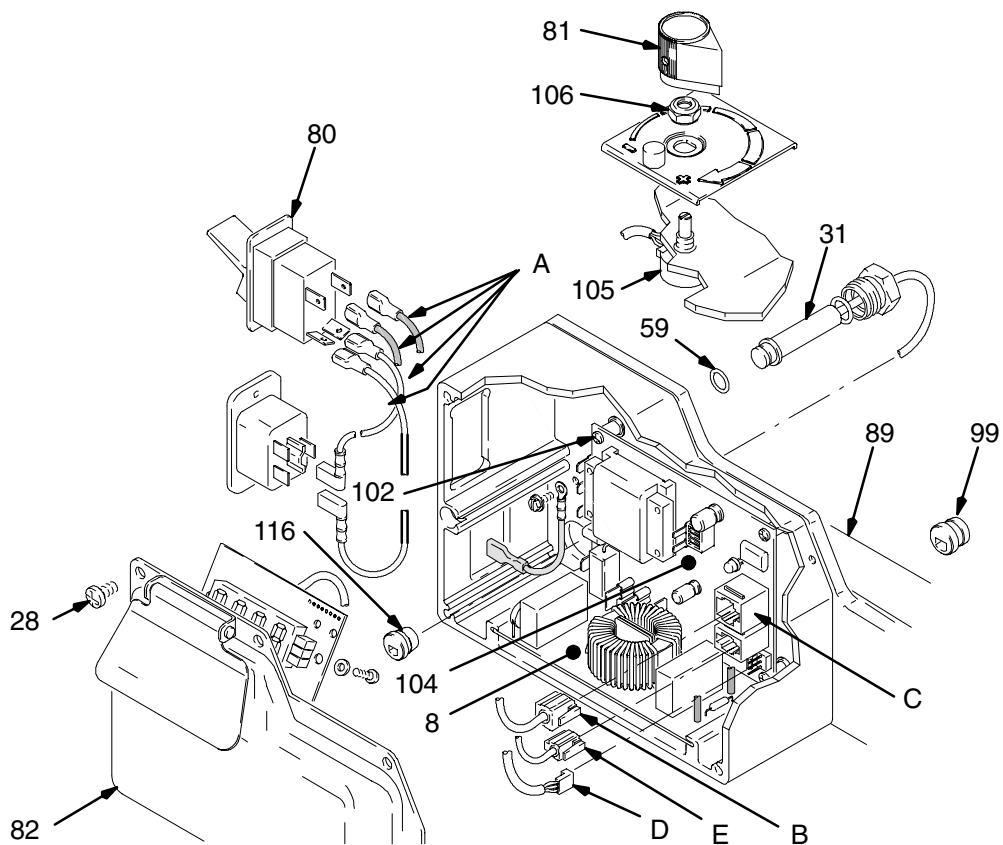

Fig. 7
3. Fig. 7. Ta bort tryckregulatorkåpan (82).
4. Ta bort displaykontakten (B) från pluggen (C).
5. Koppla loss fyra ledningar (A) från ON/OFF-brytaren (80).
6. Tryck in de två fästtapparna på var sida på ON/OFF-brytaren (80) och ta bort den.
7. Montera den nya ON/OFF-brytaren (80) så att tapparna på den snäpper på plats på insidan av tryckregulatorkåpan.
8. Anslut de fyra ledningarna (A) till ON/OFF-brytaren.
9. Sätt i displaykontakten (B) i pluggen (C).
10. Montera tryckregulatorkåpan (82).
- Fig. 7. Skruva bort fem skruvar (28) och kåpan (82).
- Fig. 7. Fäst motorstyrkortet (104) med fyra skruvar (102).
- Anslut till motorstyrkortet (104):
- Ledningen (E) till givaren.
- Ledningen (D) till potentiometern.
- Filterkort (8).
- Skruva bort fem skruvar (28) och kåpan (82). Se Fig. 7.
2. Fig. 7. Skruva bort fem skruvar (28) och kåpan (82).
3. Lossa ledningen (E) från motorstyrkortet (104).
4. Ta bort avlastningsbussningen (116).
5. Ta bort tryckgivaren (31) och o-ringstättningen (59) från regulatorhusplattan (89).
1. Fig. 7. Montera o-ringstättningen (59) och tryckgivaren (31) på tryckgivarhusplattan (89). Dra åt till moment 40,7–47,5 N.m.
2. Montera avlastningsbussningen (116).
3. Anslut ledningen (E) till motorstyrkortet (104).
4. Fäst kåpan (82) med fem skruvar (28).
3. Lossa ledningen (D) från motorstyrkortet (104).
4. Ta bort potentiometerratten (81), axeltätningmuttern (106) och tryckinställningspotentiometern (105).
1. Fig. 7. Montera tryckinställningspotentiometern (105), axeltätningmuttern (106) och potentiometerratten (81).
2. Anslut ledningen (D) till motorstyrkortet (104).
3. Fäst kåpan (82) med fem skruvar (28).